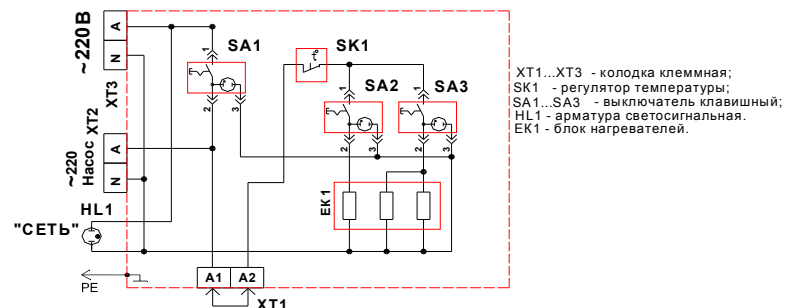

Рис. 2 ЭВПМ-3 Схема электрическая принципиальная.
7.4. Включите электропитание автоматическим выключателем, должна загореться сигнальная лампа 2 на панели управления рис.2.